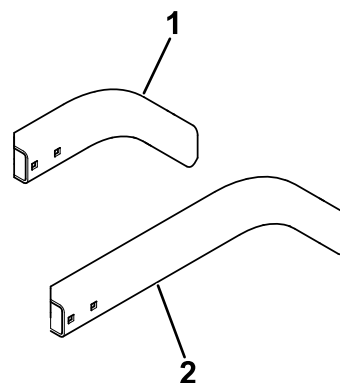

Figure 19
- **Modèle 31980** : fixez le long support droit (Figure 19) au support de montage droit à l'aide de 2 boulons de carrosserie ($\frac{5}{16}$ " x $\frac{3}{4}$ ") et 2 écrous à embase ($\frac{5}{16}$ ").
- **Modèle 31981** : fixez le support court droit (Figure 19) au support de montage droit à l'aide de 2 boulons de carrosserie ($\frac{5}{16}$ " x $\frac{3}{4}$ ") et 2 écrous à embase ($\frac{5}{16}$ ").